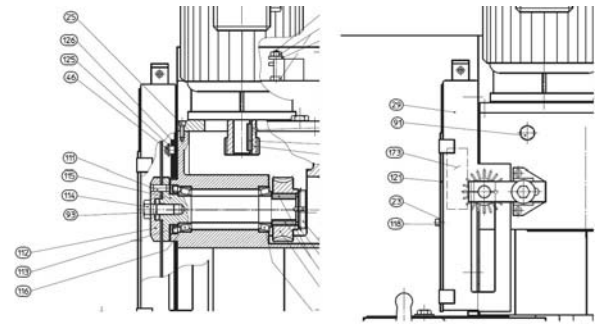

Abb. 10: Montage des Sägeblatts
Schritt 4: Das Sägeblatt aufsetzen. Dabei auf die richtige Position der Verzahnung achten! Drehrichtung siehe Pfeil auf dem Sägeblatt-Schutz [Abb. 10].
Schritt 6: Den Flansch [112] montieren und die Schraube [114] locker anschrauben [Abb. 10]. Das Sägeblatt im Uhrzeigersinn gegen die Antriebsbolzen drehen und die Schraube [114] fest anziehen.